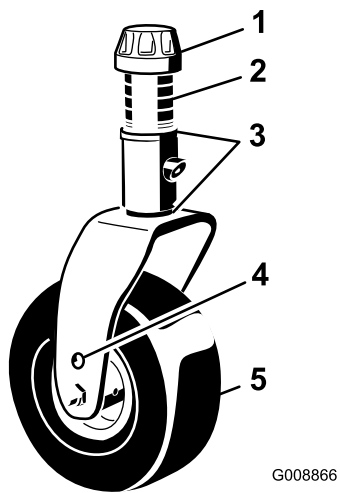

Figura 3
2. Coloque os eixos da roda giratória nos mesmos orifícios, em ambas as forquilhas da roda giratória. Consulte Figura 3 para determinar os orifícios correctos para a configuração.
3. Retire a tampa de fixação do eixo roscado desloque o fuso (Figura 3) para fora do braço da roda giratória. Coloque os 2 calços (1/8 pol.) no eixo, tal como se encontravam originalmente. Estes calços são